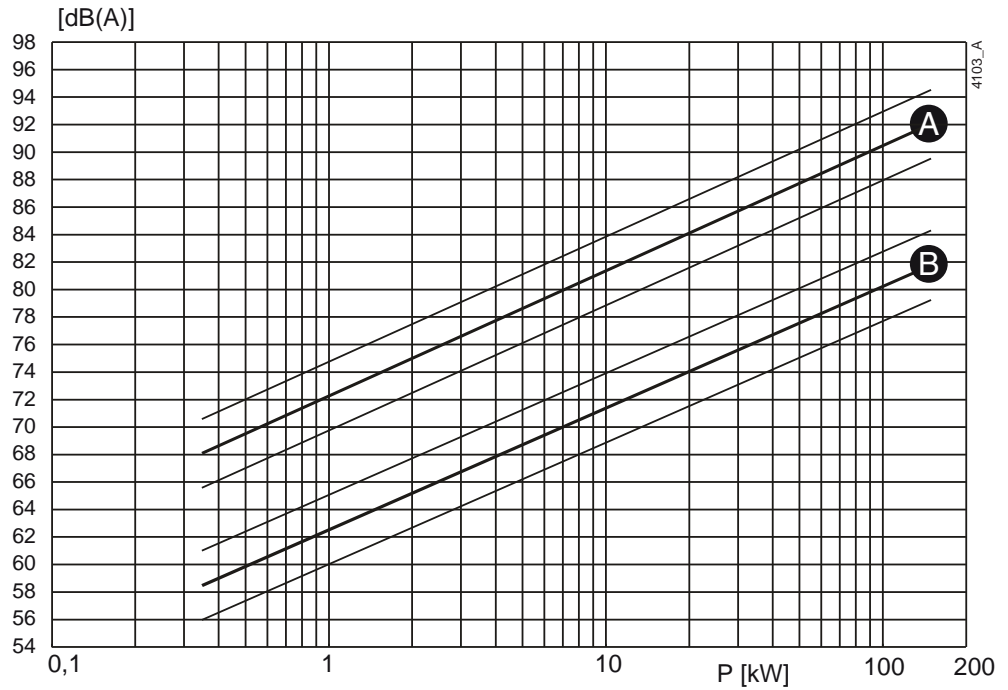
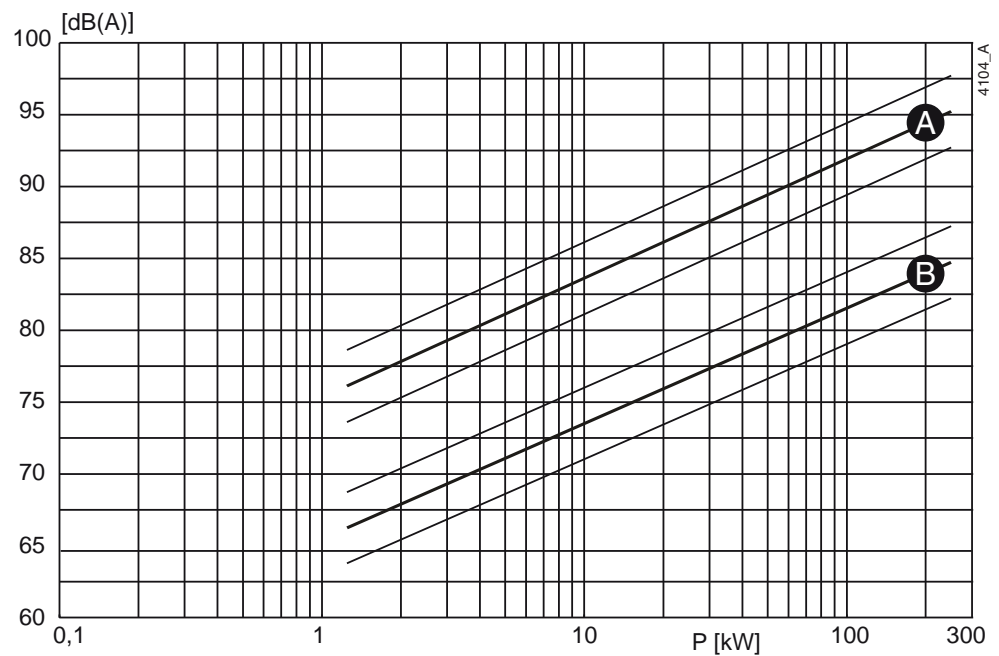

Bild 61: Ljudnivå som funktion av pumpeffekt [kW] vid 1450 min^{-1}
Bild 62: Ljudnivå som funktion av pumpeffekt [kW] vid 2900 min^{-1}
- 1 Bestäm ljudnivå (L1) för pumpen Bild 61 eller Bild 62.